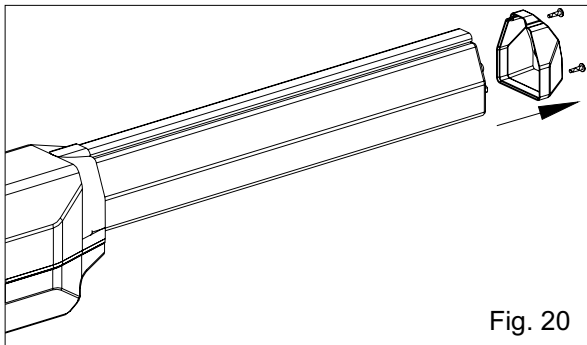

Fig. 20
- 1) Afloje los tornillos de la cubierta frontal y retire la misma (Fig. 20).